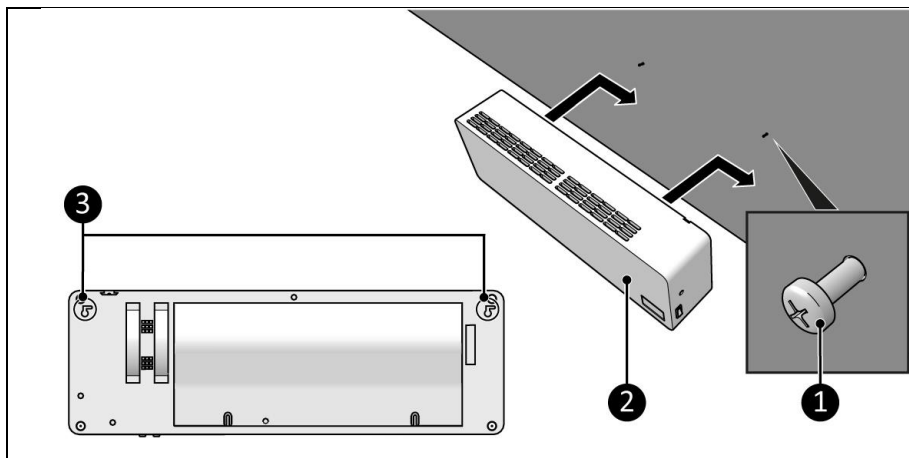

Figura 8
7. Așezați dispozitivul cu găurile de montare (Figura 8, poz. 3) peste șuruburi (Figura 8, poz. 1).
8. Glisați dispozitivul (Figura 8, poz. 2) în jos și spre dreapta.